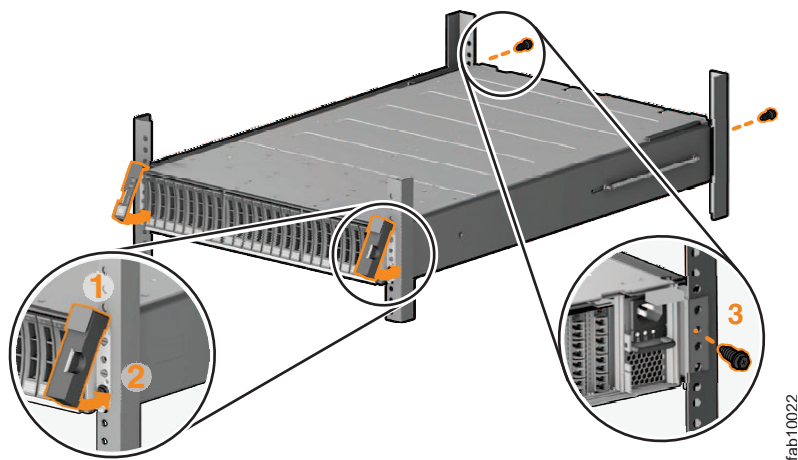

図 20. エンクロージャー・エンド・キャップの再取り付け
5. 左右のエンド・キャップを再取り付けします。(図 20を参照してください。)